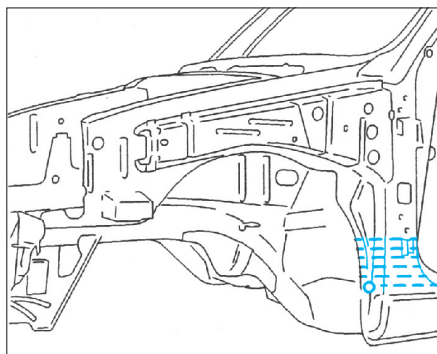

FIG. 58
- Pulvériser de la mousse (Fig.58).